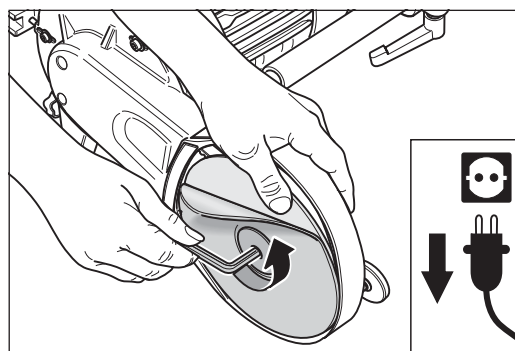

Abb. 53 Die Papierspannschraube lösen. Zum Festhalten des Schleiftellers mit dem Daumen hinter die Schleifscheibe greifen.
- 3 Nehmen Sie den entsprechenden Innensechskantschlüssel und lösen Sie die Papierspannschraube (normales Rechtsgewinde). Halten Sie dabei den Schleifteller mit der anderen Hand fest. Wenn Sie dazu mit dem Daumen hinter die Schleifscheibe greifen, vermindern Sie den Verschleiß an der Papierspannschraube (Abb. 53).